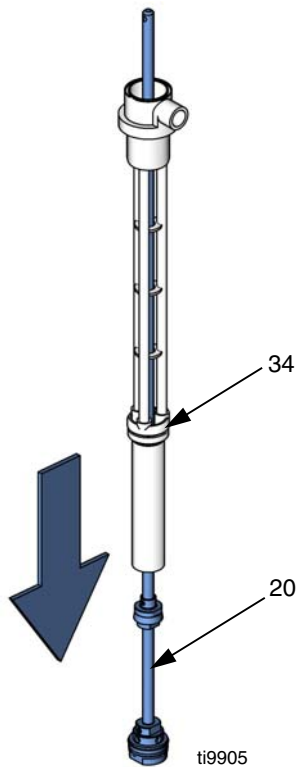

Рис.20
- 7 Извлеките передаточный вал (20) из нижней части корпуса насоса (34). См. Рис.20.